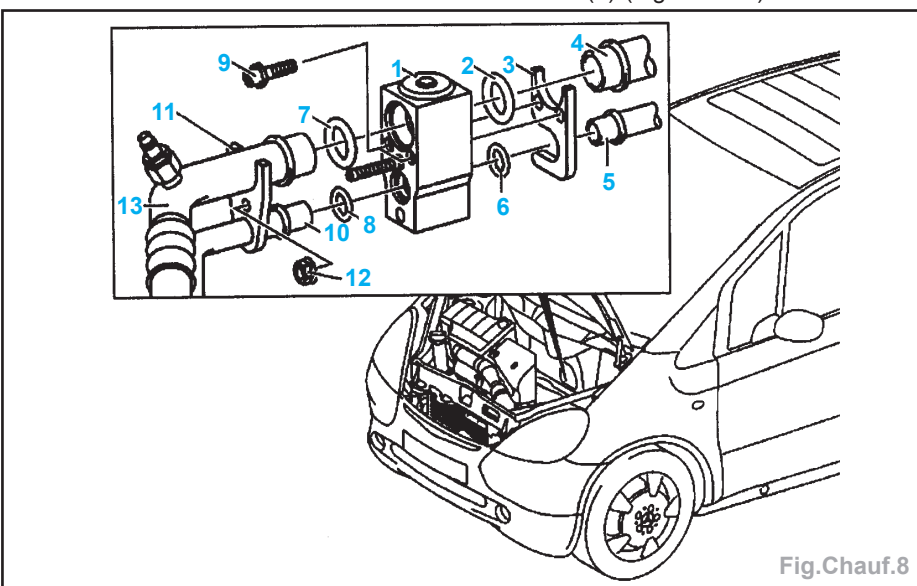

Fig. Chauff.8
- Débrancher les conduites (10 et 11) de la valve (1) (Fig. Chauff.8).